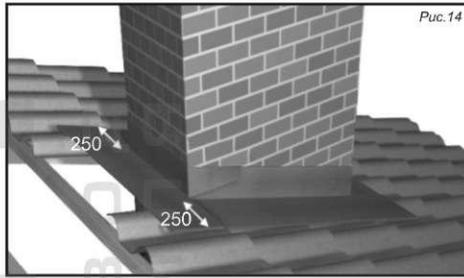

Рис.14
4. Установить пристенный профиль на верхнюю грань трубы, при этом, выступающие за контур трубы вертикальные части подрезать снизу и загнуть на боковые грани трубы, закрепив дюбель-гвоздями (рис.14).